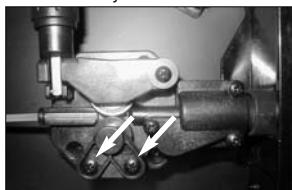

Figura 7 - Quite estos dos tornillos
- Quite dos tornillos para retirar la tapa de la guía (vea la figura 7).